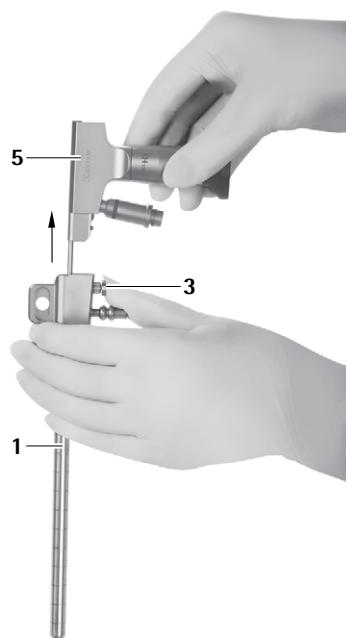

Fig. 8
► Tryck på upplåsningsknappen **3** och dra ut endoskopet **5** ur MINOP InVent-troakaren **1**, se Fig. 8.